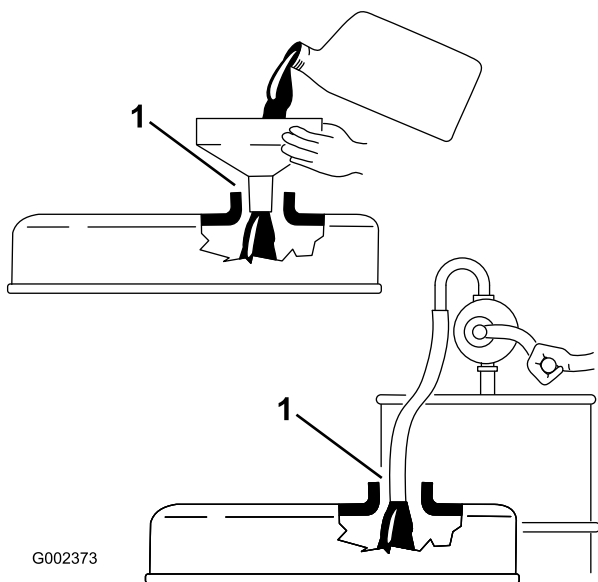

Figure 24
**Important:** Prenez soin de retirer la jauge lorsque vous faites le plein d'huile moteur. Lorsque vous faites l'appoint ou le plein d'huile moteur, il est *indispensable* de maintenir un espace entre le dispositif de remplissage et le trou de remplissage d'huile dans le couvre-culasse, comme illustré (Figure 24). Cet espace est nécessaire pour assurer l'aération pendant le remplissage et empêcher l'huile de déborder dans le reniflard.